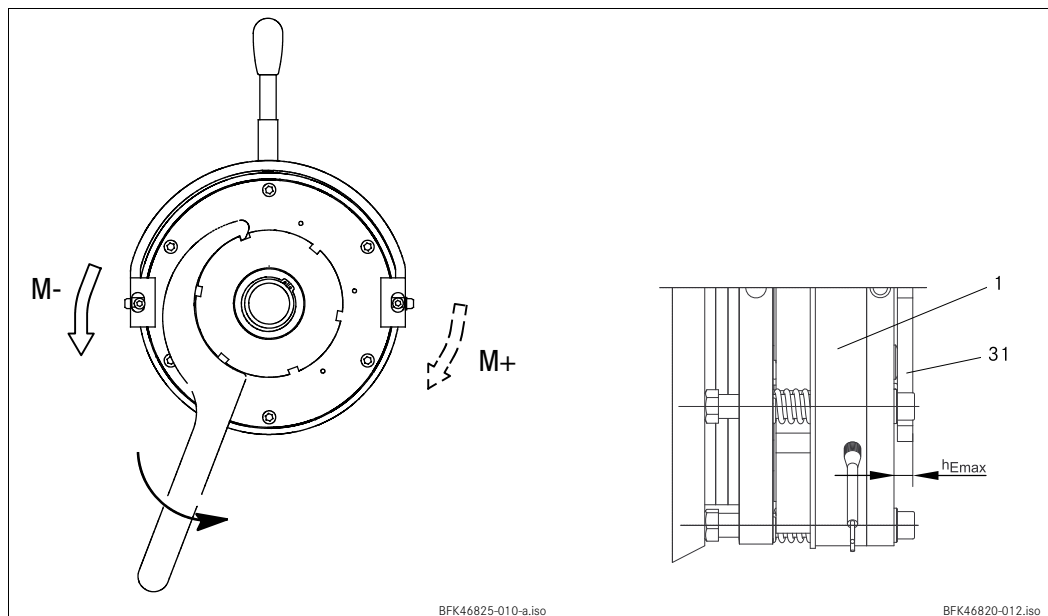

Abb. 18 Bremsmomenteinstellung
1. Am Hebel (Abb. 18) mit ca. 250 N ziehen bis der Widerstand stark ansteigt.